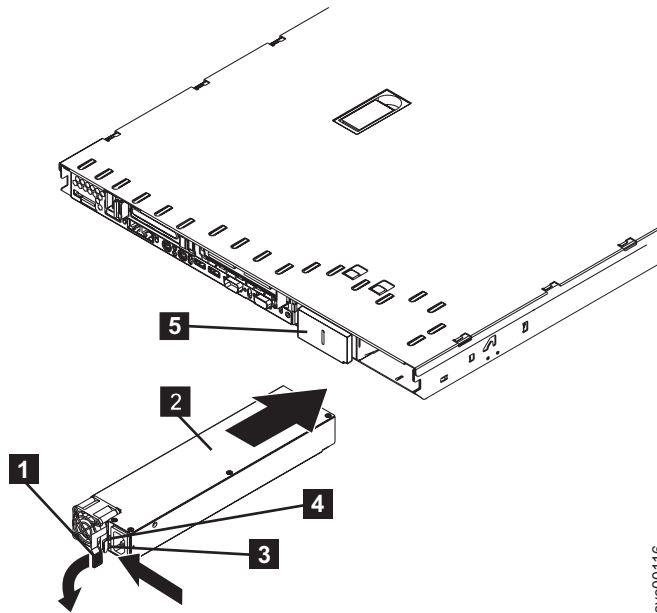

図 186. SAN ボリューム・コントローラー 2145-8F2電源装置のハンドル
- a. 電源装置の後部のハンドル **1** を開放位置まで下の方に回して、電源装置を電源装置ベイに向かってスライドさせます (602 ページの図 186 を参照)。